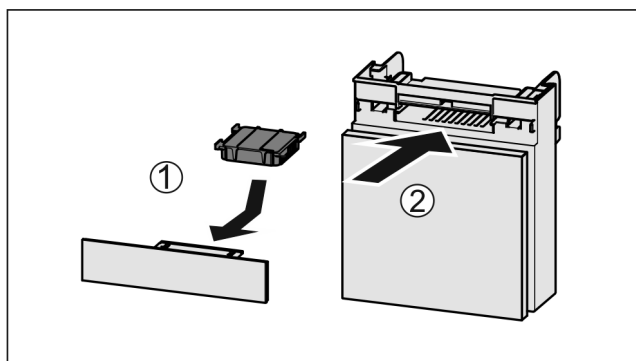

Fig. 243
- ▶ Установите фильтр с активированным углем, как показано на рисунке Fig. 243 (1).
- ▶ Вставьте отделение Fig. 243 (2).